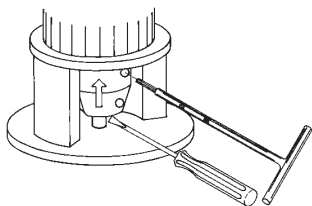

Рис. 21 Затягивание винтов
6. Попарно (с одной и той же стороны) затягивают винты, как показано на рис. 21, с величиной крутящего момента, указанной в таблице ниже.